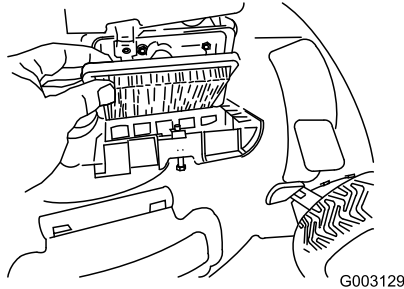

Figure 33
3. Remplacez le filtre à air (Figure 33).